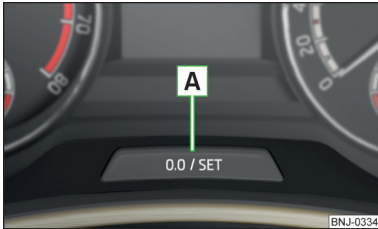

Abb. 41
- › Die Taste **A** » Abb. 41 gedrückt halten, bis im Display der Menüpunkt **Service** angezeigt wird.